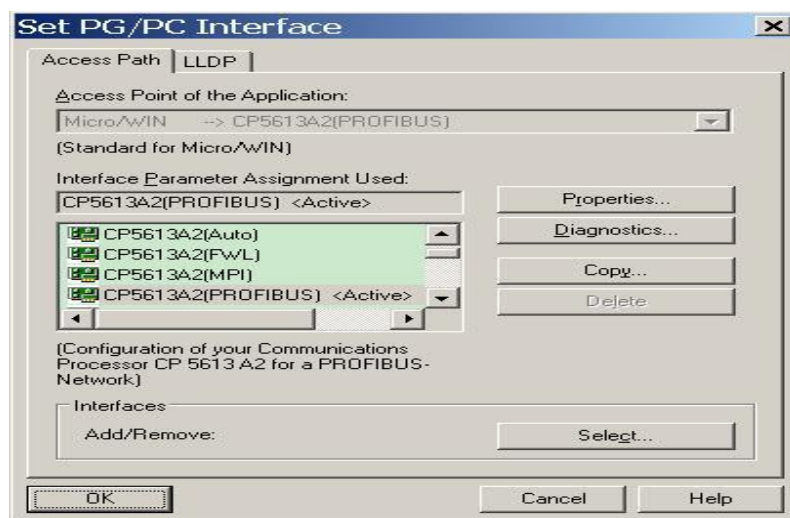

图 24 选择“CP5613 A2(PROFIBUS)”
2. 点击“设置 PG/PC 接口”设定通讯参数，如图 24 选择“CP5613 A2(PROFIBUS)”方式，通过 EM277 访问 S7-200 CPU。